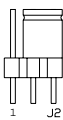

Fig. 5a
5. Repositionner le cavalier J2 comme d'origine (Fig.5a).